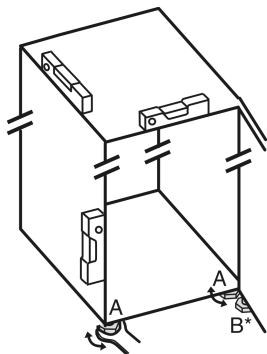

Fig. 5
- ▶ Išsukite reguliavimo kojeles Fig. 5 (A) pridedamu veržliarakčiu ir naudodami gulsčiuką, kol prietaisas stovės tvirtai ir lygiai.
- ▶ Išsukite reguliavimo kojelę Fig. 5 (B) atraminėje gembėje, naudodami pridedamą veržliaraktį, kol ji priglus prie žemės.
- ▶ Pasukite reguliavimo kojelę Fig. 5 (B) dar 90°.